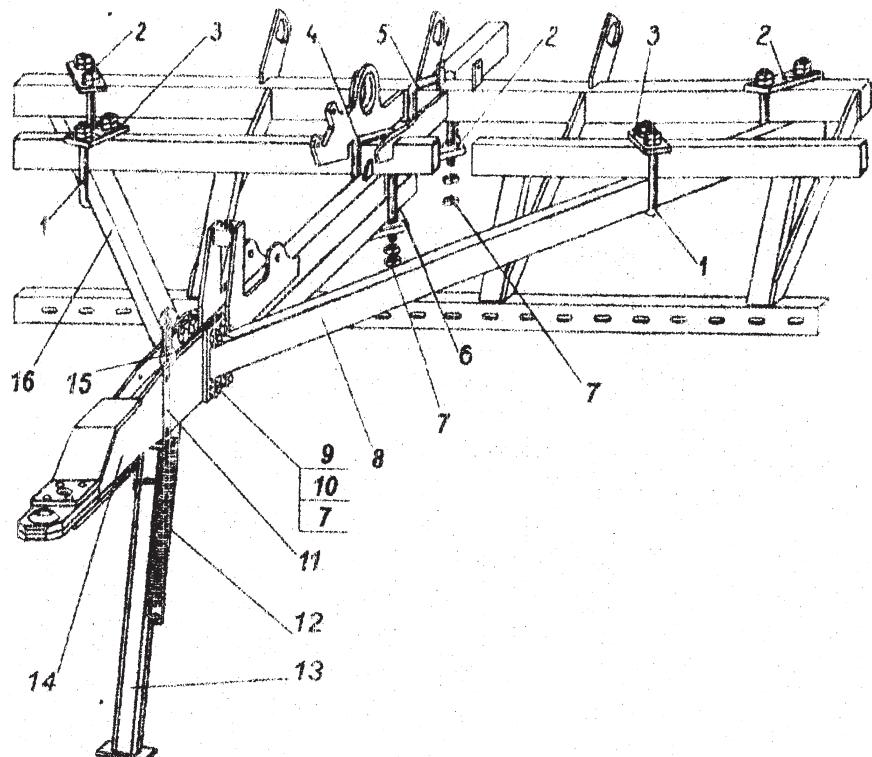

Рис.10 Установка центральной и боковых сниц
Спереди к брусу рамы крепится прицепное устройство (рис.10), состоящее из центральной и двух боковых сниц.
3.3.2. Прицепное устройство (рис. 10) состоит из средней с니цы 15 шаровыми шарниром и боковых сниц 8 и 17, которые крепятся к раме сеялки при помощи скоб 1; 4; 5.
Под с니цей установлена откидная подставка 14 (рис.10) , предотвращающая опрокидывание сеялки после отсоединения её от трактора.
5.1.1 Распакуйте раму, снимите снизу 15 (рис. 10) и присоедините её при помощи скоб 4 и 5, планок 2 и 6 и гаек 7 (рис. 10) к трубчатым брусьям рамы.
5.1.2 Снимите снизу 8 и 17 (рис. 10) и присоедините их к трубчатым брусьям рамы при помощи скоб 1, планок 2 и 3 и гаек (рис. 10). Болтами 3 с шайбами 10 и гайками 7 (рис. 10) соедините снизу 8 и 17 со спицей 15.